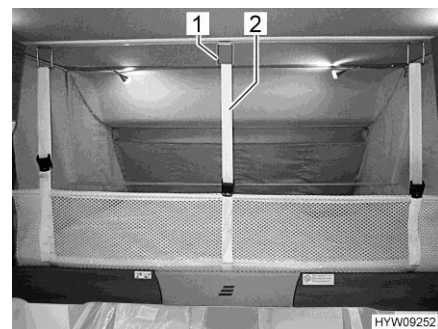

Fig. 97 Filet de sécurité (lit escamotable)
- Desserrer les sangles de sécurité (Fig. 97,2) et ranger le filet de sécurité sous le matelas.
- Suspendre les sangles de sécurité (Fig. 97,2) aux crochets (Fig. 97,1) situés au plafond.